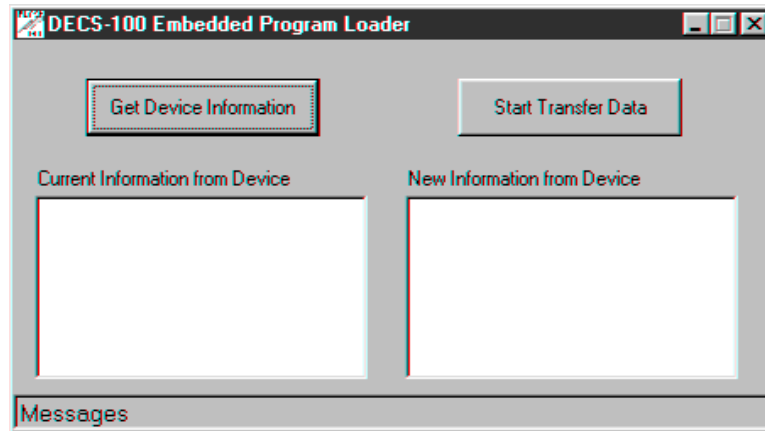

Abbildung 5-22. DECS-100 Integriertes Ladeprogramm
3. Klicken Sie auf **Yes**, um mit dem Hochladen der Software fortzufahren. Wenn Sie **Yes** geklickt haben erscheint das Fenster zur Kommunikationsinitialisierung (Abbildung 5-4). Wählen Sie den aktiven Kommunikationsport für Ihren PC und klicken Sie die Initialisierungsschaltfläche. BESTCOMS ruft die Konfigurationseinstellungen aus dem DECS-100 ab und speichert alle Einstellungen. Nachdem das Speichern der Einstellungen abgeschlossen ist, erscheint das DECS-100 Ladeprogramm für die integrierte Software aus Abbildung 5-22.